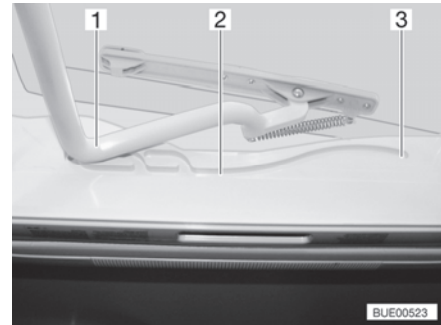

Bild 20 Spår (Heki-taklucka)
- Dra in bygeln (Bild 20,1) i spåren (Bild 20,2) till den bakersta positionen (Bild 20,3).
- Tryck bygeln (Bild 20,1) lätt uppåt med båda händerna.
- Drag bygeln till önskad position i spåret (Bild 20,2).